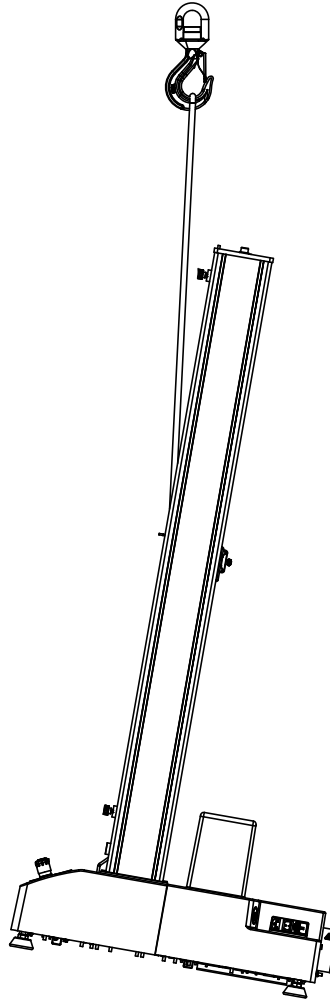

図 12. クレーンでロード フレームを持ち上げる
1. リフティング スリングをクロスヘッドに取り付け、それをスリングがクロスヘッドの正面から垂直方向に延びるようにクレーン フックに固定します (65 ページの図 12 を参照)。リフティングスリングの代わりにチェーンを使う場合は、クロスヘッドを保護材で包み、クロスヘッドに傷が付かないようにします。